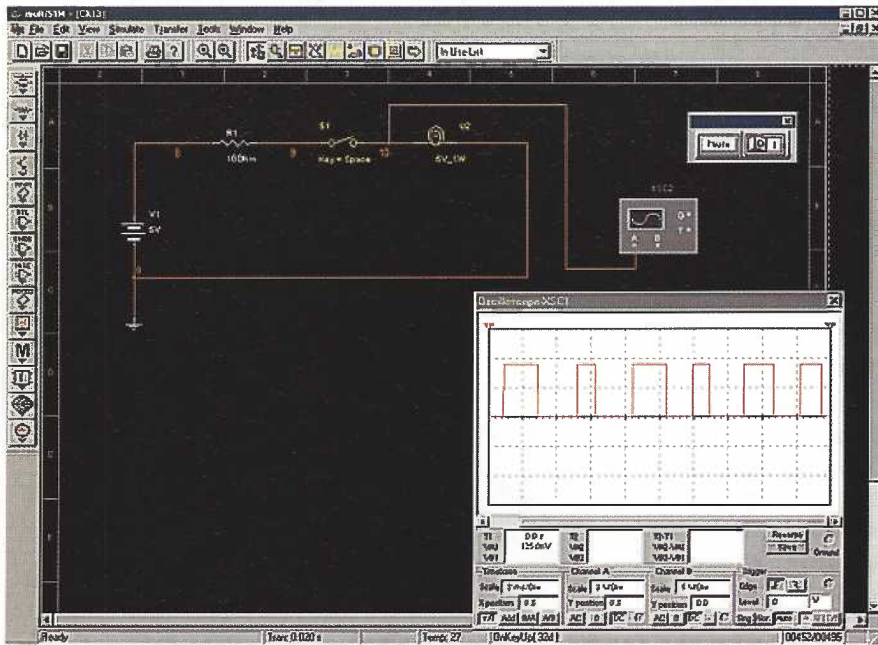

Figura 4
Na figura 4 mostramos a ligação do osciloscópio ao circuito simulado. <http://www.electronicworkbench.com/images/picture4.jpg>
- **Diagrama de Blocos:** Depois de construir o painel frontal, você adiciona código usando representação gráfica de funções para controlar os objetos do painel frontal. O diagrama de blocos contém este código-fonte gráfico e nele os objetos do painel frontal aparecem como terminais no diagrama de blocos. Você não pode “deletar” um terminal do diagrama de blocos, sendo que o mesmo só desaparece quando você apaga o objeto correspondente existente no painel frontal. Todo controle ou indicador no painel frontal tem um terminal correspondente no diagrama de blocos. A execução dos dados ocorre através da conexão de fios entre cada nó do diagrama de blocos, incluindo terminais de controle e indicadores, funções e estruturas. Observe a figura 4.